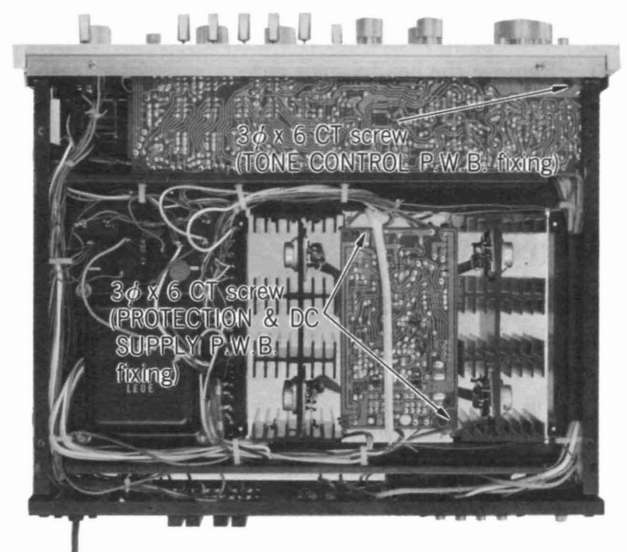

Fig. 4
- (5) Remove the one screw of the printed wiring board. (Fig. 4)
- (1) Remove the two screws of the printed wiring board. (Fig. 4)
- (2) Carefully pull out the printed wiring board from the connector.
- (5) Défaire les un vis de la plaque de circuit imprimé comme le montre la Fig. 4.
- (1) Défaire les deux vis de fixation de plaquette de circuit imprimé comme le montre la Fig. 4.
- (2) Séparer délicatement la plaquette de circuit imprimé du connecteur.